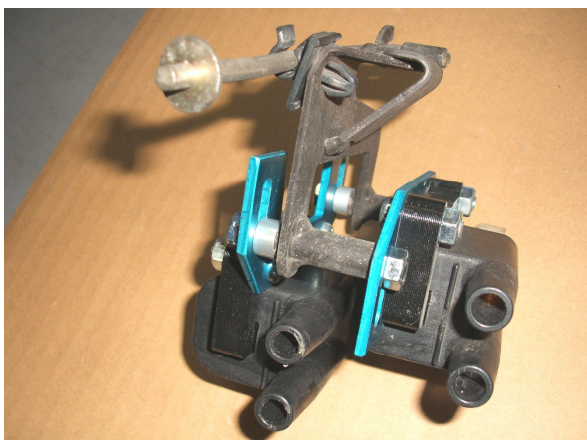

図1、SP2 コイル取付(リアから見た場合)
- ①シート、左右サイドカバー、ガソリンタンクを外しノーマルイグニッションコイル及びイグナイタユニット(バッテリー上方にあります)を取外して下さい。
- ②8ページ「プラグコードコネクタ装着方法」に従ってプラグコードを SP2 コイルに装着して下さい。プラグコードノキャップはリーク防止のため、新品又は良品を使用して下さい。
- ③SP2 イグニッションコイルを付属の6 * 50mmボルト、及び6 * 6mmスペーサを使用してフレームなどに当たらないように位置を調整して取り付けして下さい。左側が#1 & #4用、右側が#2 & #3用コイルです(図1, 2)。取付スペースが狭いので、コイルとブラケットの組立はヘッド上部で行って下さい。
- ④SP2 ワイヤハーネスを別紙配線図のように接続して下さい。SP2 コントロールユニットは、水などが溜まらないようにスイッチ面を横向きにして固定して下さい。ノーマルイグナイタを外したコネクタ、ノーマルコイルの余った端子、ヘッドライト内の黄／緑端子、及びTPS端子はどこにも接続する必要はありません。TPSを使用しない場合は、SP2 ハーネスTPS用の3端子はどこにも接続する必要はありません。コネクタのままか、ビニルテープなどで短絡しないように保護して下さい。点火マップは SP2 コントロールユニット内で自動的に最適制御されます。